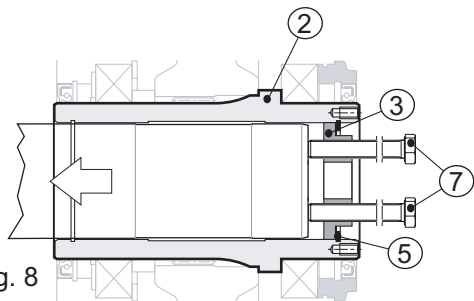

fig. 8
Inserire nei due fori filettati presenti sul fondello (pos. 3) n° 2 viti (pos. 7), avvitarle fino ad appoggiarle all'albero della macchina (pos. 1), quindi continuare ad avvitarle in modo alternato, facendo al massimo un giro per volta (vedi fig. 8).